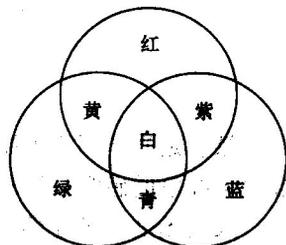

图 1.3 相加混色法示意图
(1) 相加混色法。相加混色法是指将彩色三基色红、绿、蓝按一定的比例，以圆形的光柱同时投射到白色屏幕上，可得到品字形的三基色相加混合的多色图像，如图 1.3 所示。